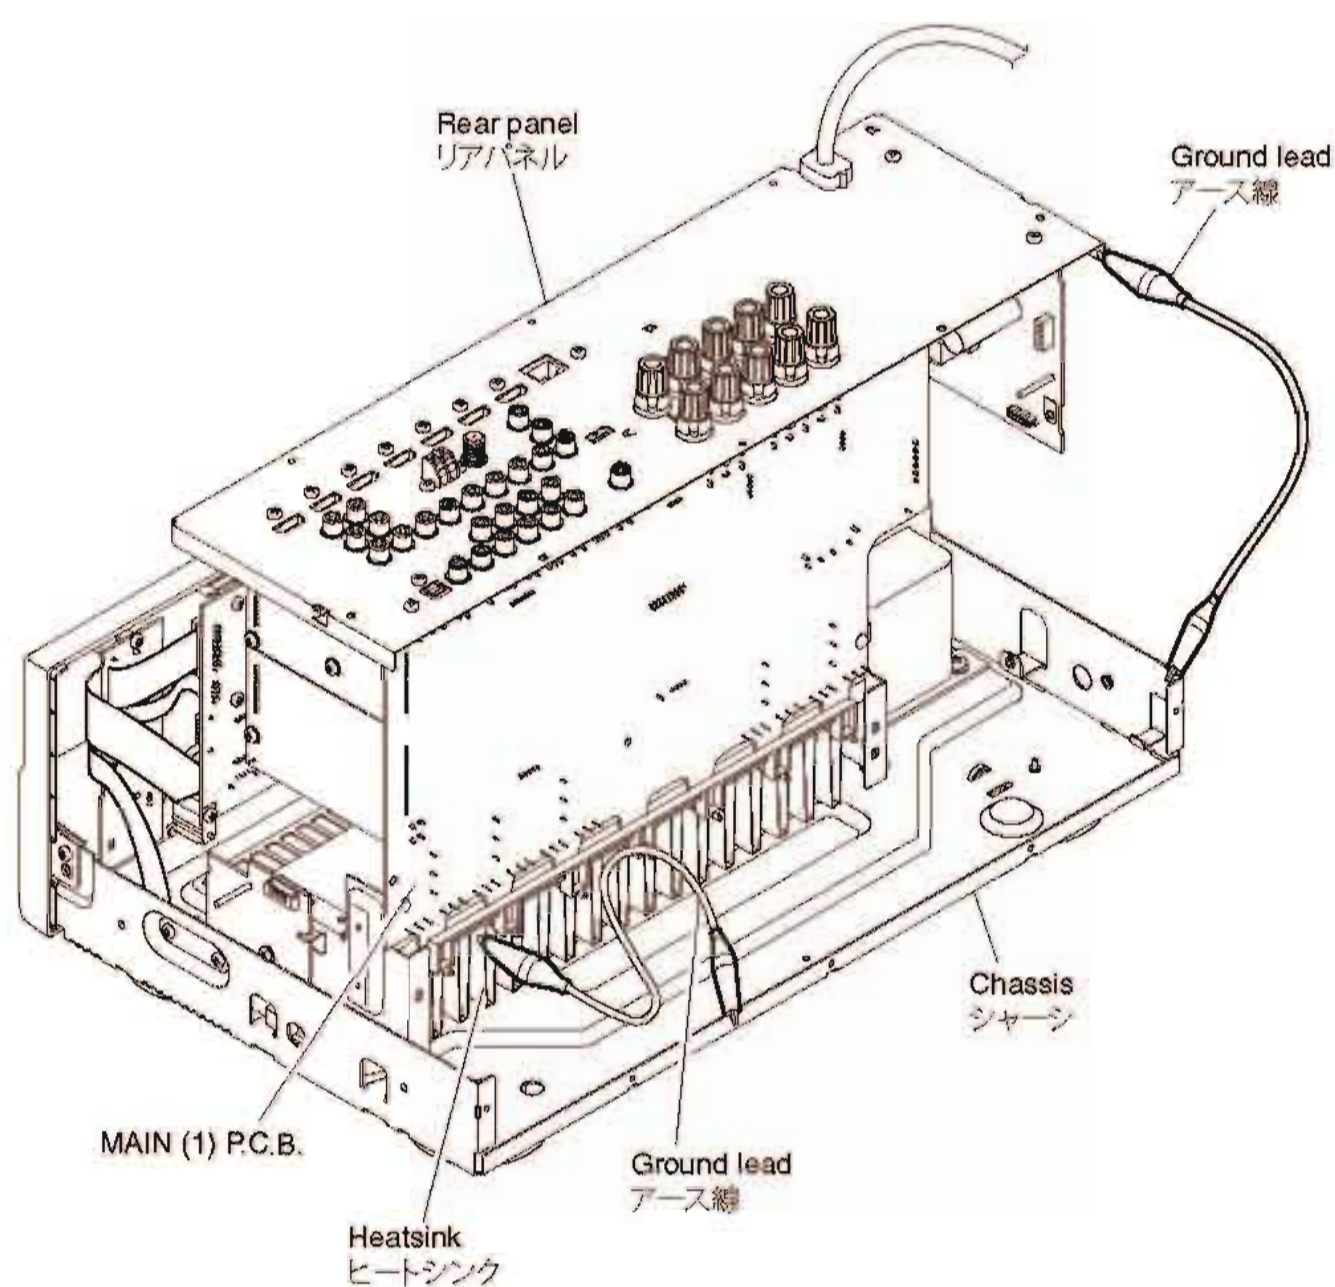

Fig. 4
**When checking the MAIN (1) P.C.B.:**
- Place the P.C.B.s (with rear panel) upright. (Fig. 4)
- Connect the heatsink and rear panel to the chassis with a ground lead or the like. (Fig. 4)
**MAIN (1) P.C.B. をチェックする場合には：**
- リアパネルと一緒にP.C.B. を立ち上げて置きます。(Fig. 4)
- ヒートシンク、リアパネルをリード線等でシャーシに接続してください。(Fig. 4)